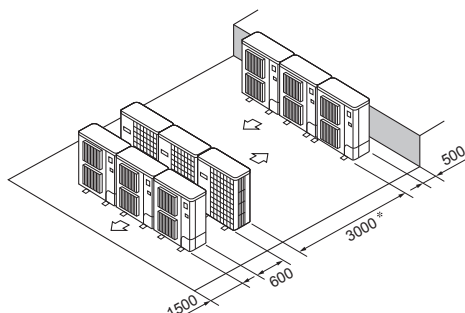

Fig. 2-13
- ⑥ Бірнеше параллельді блокты орналастыру (Fig. 2-13)